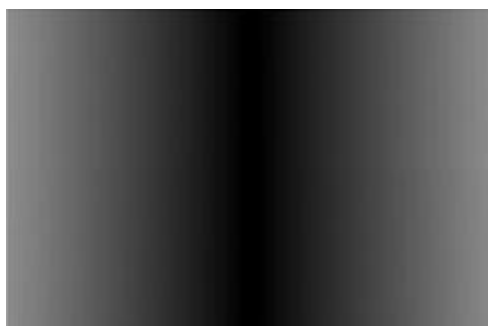

图 5-14
14) TestPattern: sensor 出图模式选择, 支持选择 Off 实时数据, Gradient Grey 如图 5-14 所示;
相机帧率、曝光、触发设置模块如图 5-14 所示。